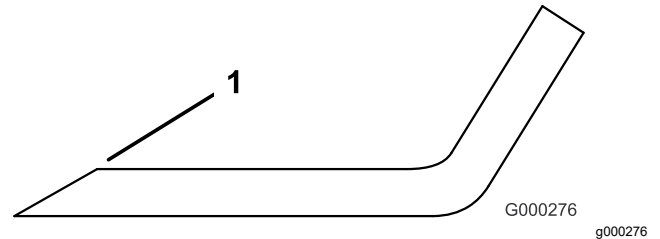

Figura 74
1. Utilice una lima para afilar el filo de corte en ambos extremos de la cuchilla (Figura 74).
**Nota:** Si la cuchilla no está equilibrada, rebaje algo el metal en la parte de la vela solamente con una lima (Figura 74).